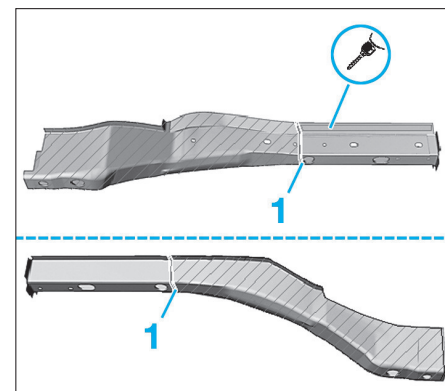

FIG. 131
- Préparer les zones d'accostage et couper l'élément neuf (Fig.131).